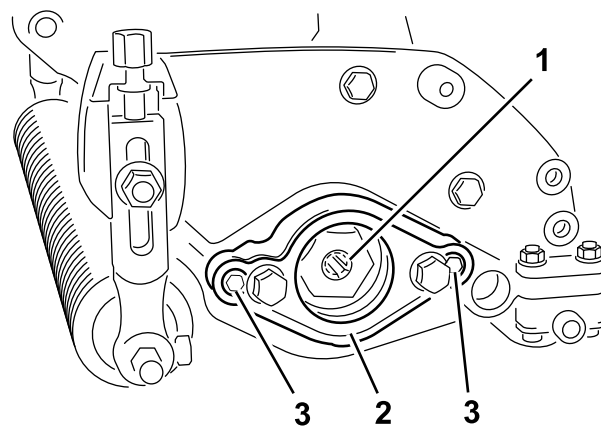

Figura 4
4. Rimuovete il supporto motore (Figura 4).
5. Applicare del grasso sulla sezione interna della scanalatura di trasmissione (Figura 4).